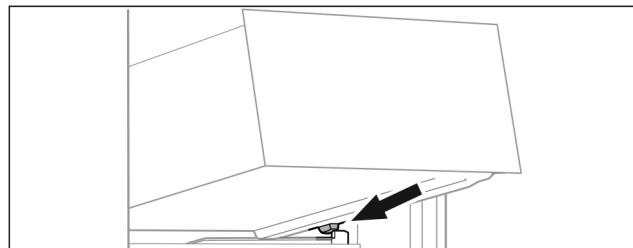

Fig. 76
- ▶ Predal postavite v poševnem položaju za zaustavljalniki na nastavek za posodo. (glejte Fig. 76)